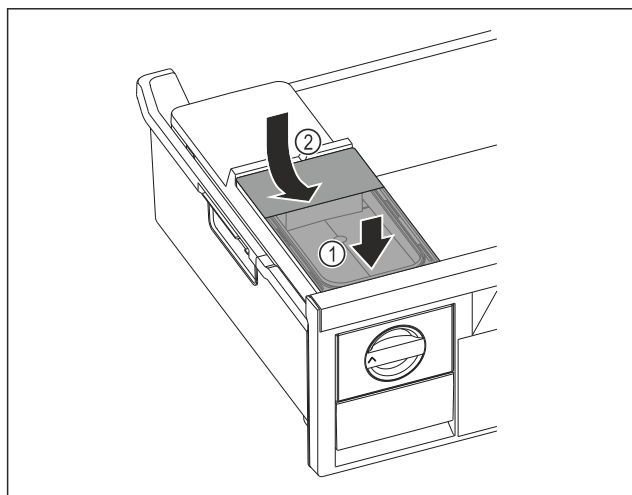

Fig. 122
- ▶ Colocar el depósito de agua por delante. Fig. 122 (1)
- ▶ Bajar el depósito de agua por detrás. Fig. 122 (2)